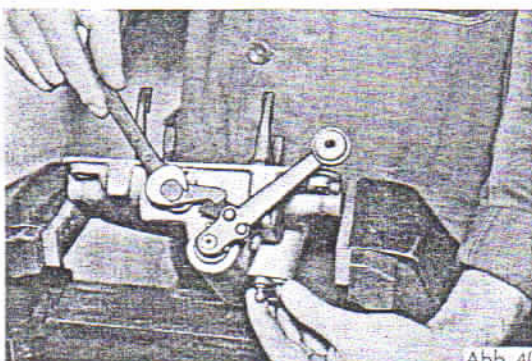

Abb. 40
- 31. Schalthebel (Schaltfinger) einstellen. Hierzu wird der exzentrische Sperrklinkenbolzen so verdreht, daß der Schalthebel genau zwischen den beiden Klötzen des Verriegelungsschiebers ausgerichtet ist (Abb. 40). In dieser Stellung faßt der Schalthebel beim seitlichen Verschieben des Verriegelungsschiebers genau in die Aussparungen der Schaltgabeln.